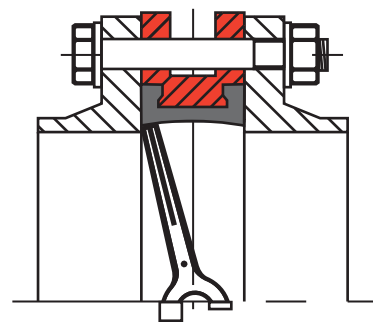

Рис. 1 (неправильно)
1) Использование фланцев с внутренним диаметром меньше номинального диаметра заслонки может привести к блокировке диска, что в свою очередь вызовет серьезное повреждение диска поворотного затвора (Рис. 1).